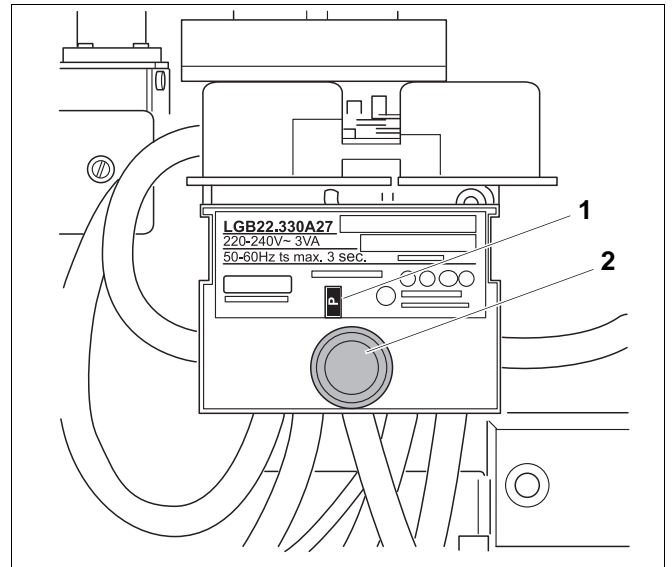

Рис. 35 Блок управления LGB 22; передняя сторона автомата
Если не показана неисправность и шкала программы (рис. 35, поз. 1) блока управления вращается постоянно, то контакт реле контроля давления воздуха уже замкнут перед пуском вентилятора или неисправно электрическое подключение горелки или автомата горения газа.
* См. рис. 35, стр. 39